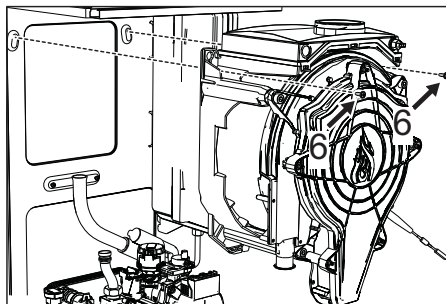

fig. 64
- Scoateți cele 2 șuruburi **de sus "6"** care fixează schimbătorul de căldură de șasiu (fig. 64)